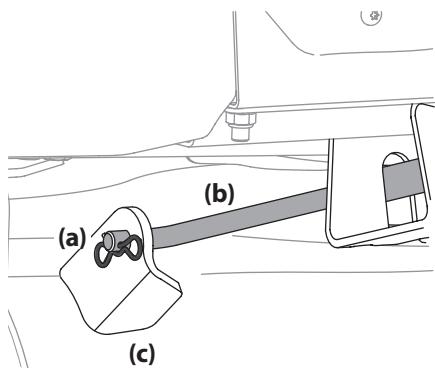

Figure 4-17
- Retirez la goupille fendue (a) qui fixe la tige de relevage (b) au plateau de coupe. Voir Figure 4-17. Faites glisser la tige de relevage du plateau de coupe hors du support avant (c).
- Réinstallez la tige de relevage avant et fixez-la en place avec la goupille fendue. Voir Figure 4-17.